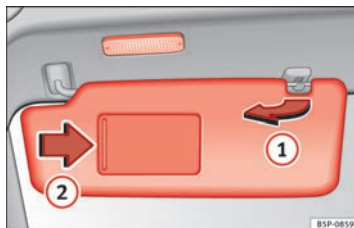

Fig. 77 Parasol del lado del conductor.
Los parasoles del conductor y del acompañante pueden extraerse de sus soportes centrales y girarse hacia las puertas ⇒ fig. 77 ①.